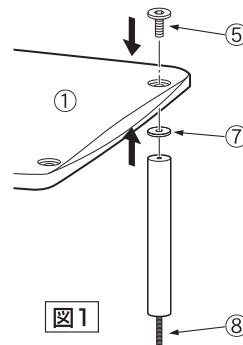

図1
- 支柱の一方に組立て組み立てネジ⑧(全数)を約2cmほどねじ込みます。
- キャップボルト⑤を【図1】のように棚板のザグリ部にはめ込みます。
- 板の反対側から出ているネジ部に、【図1】のようにアンダースペーサー⑦を通し、最上段用の支柱をねじ込み固定します。